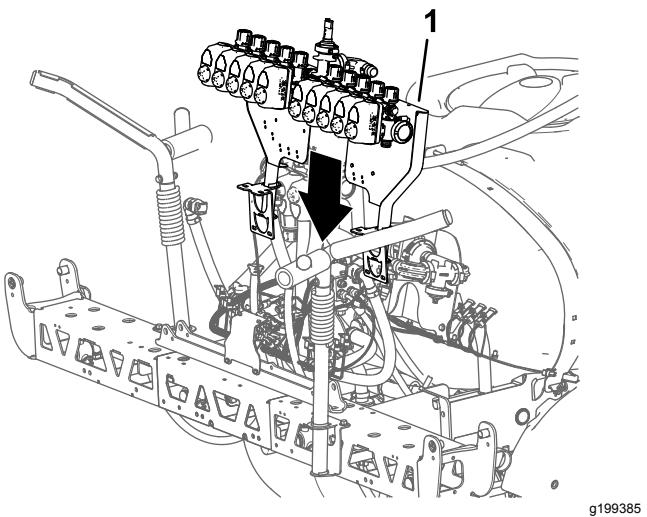

Рисунок 107
- Используя подъемное оборудование с указанной грузоподъемностью, поднимите опору крепления клапанов и клапаны в сборе опрыскивателя и выровняйте их над средней секцией опрыскивателя (Рисунок 107).